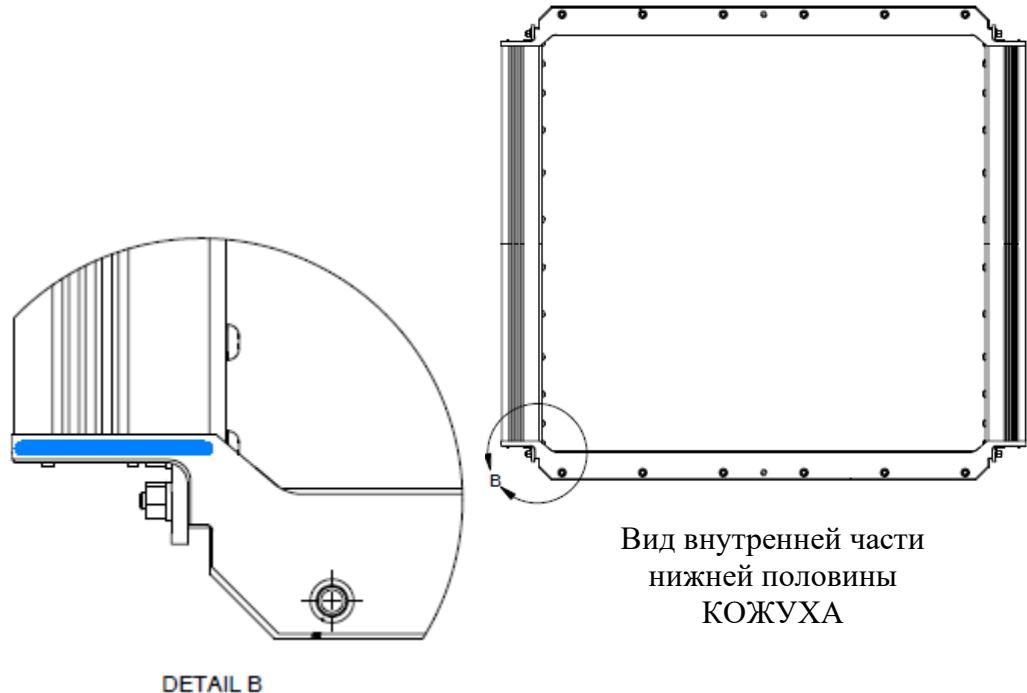

Рис. 2-22: Герметик для соединений, нанесенный на уплотнение кожуха из нержавеющей стали
- c. Для КОЖУХОВ из нержавеющей стали нанесите слой синего герметика для соединений (входит в монтажный комплект), как показано на Рис. 2-22 , на секцию фланцевого уплотнения на длину 2,35 дюйма (60 мм) там, где он покрывает защитное уплотнение.